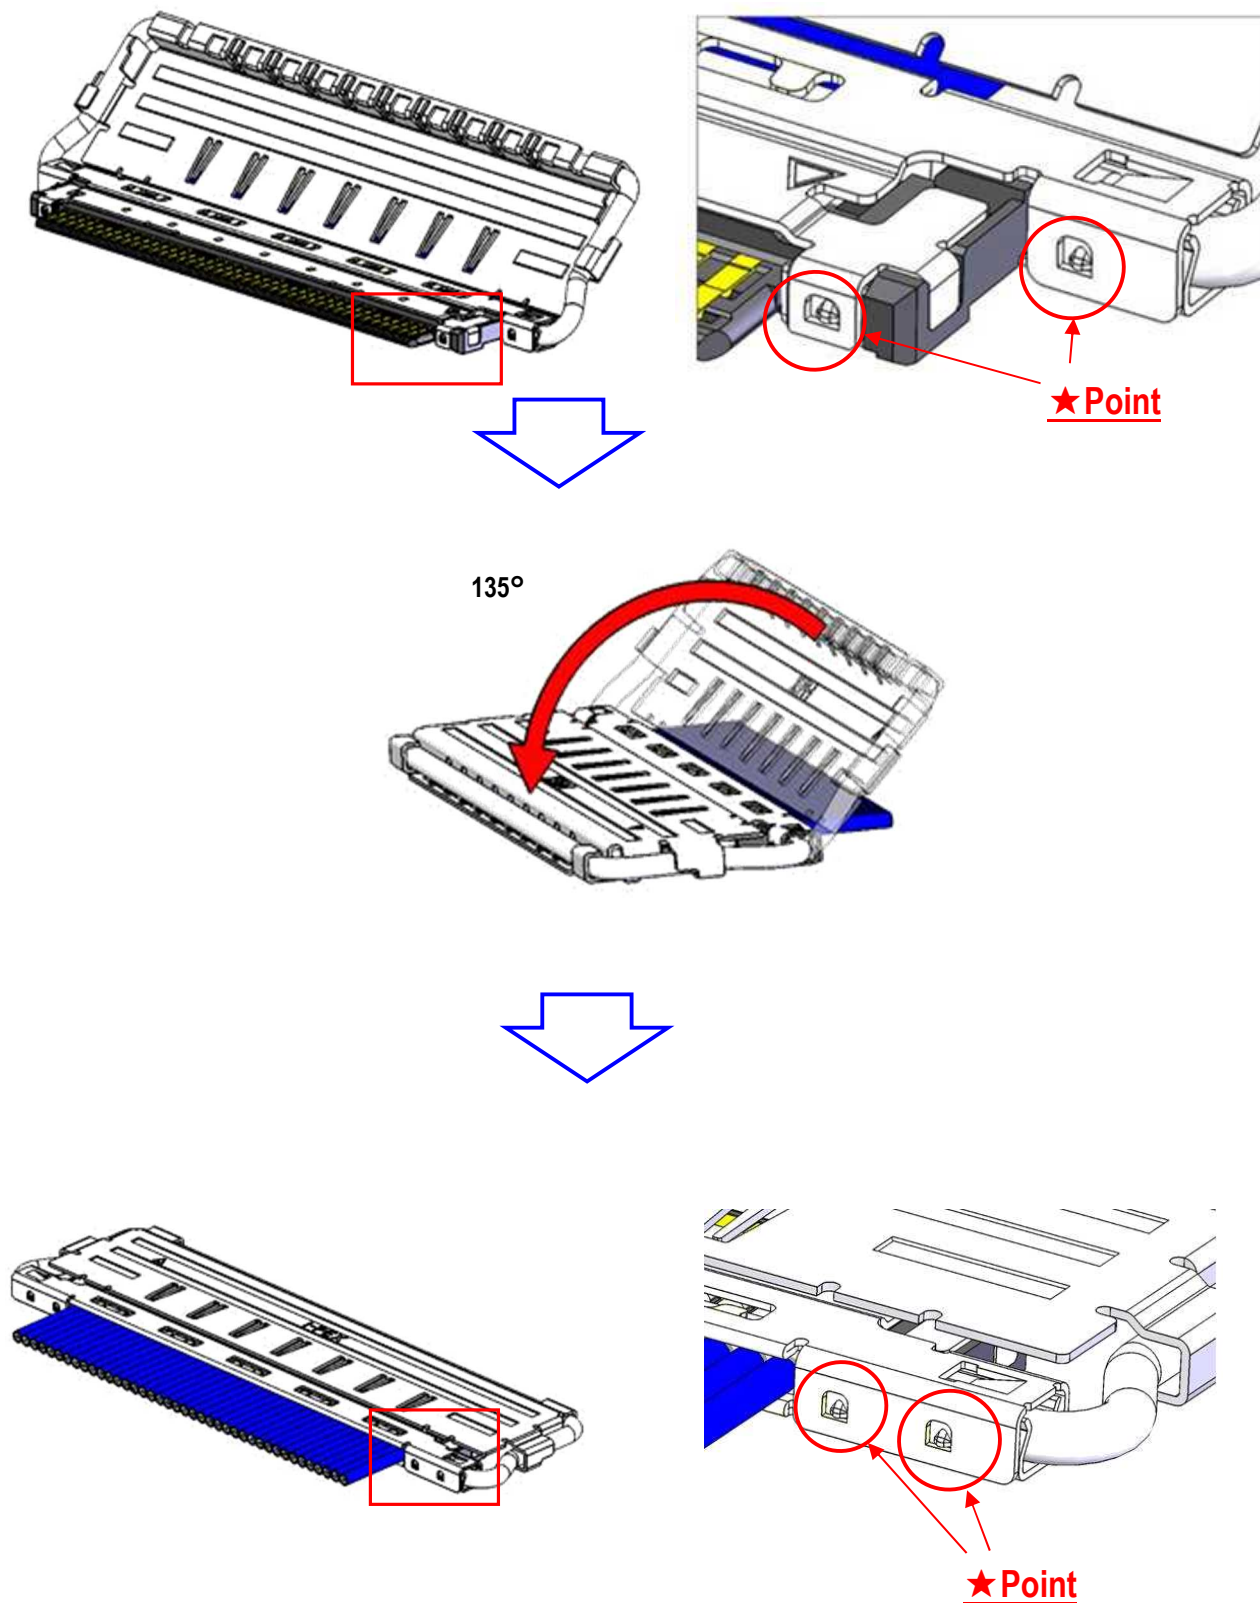

Fig.9 The assembly confirmation of SHELL-A
- ④SHELL A,BとGND BARを半田コテにて全箇所半田付けすることを推奨する。(Fig.9,10◆部)